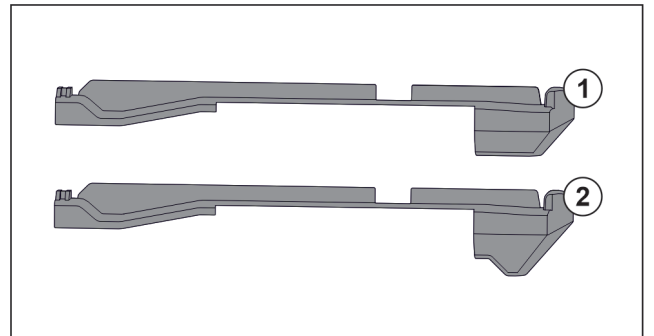

Fig. 123 对比插装件
冰箱中有两种不同的插装件。最底部抽屉上方的插装件 Fig. 123 (2) 有一个三角形的边缘。其他所有的插装件 Fig. 123 (1) 都有一个直的边缘。
- ▶ 将带有三角形边缘的插装件 Fig. 123 (2) 安装在最底部抽屉上方。
- ▶ 将带有直边缘的插装件 Fig. 123 (1) 安装到所有其他的位置上。